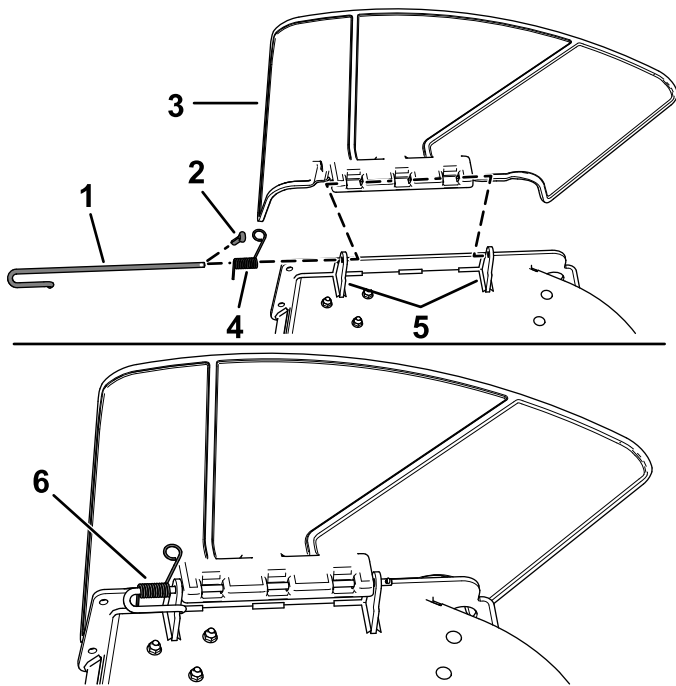

図 11
1. コッターピンを取り外す 図 11。
2. デフレクタブラケットのノッチからスプリングを外し、デッキに溶接してあるブラケット、スプリング、デフレクタを貫通しているロッドを抜き出す 図 11。